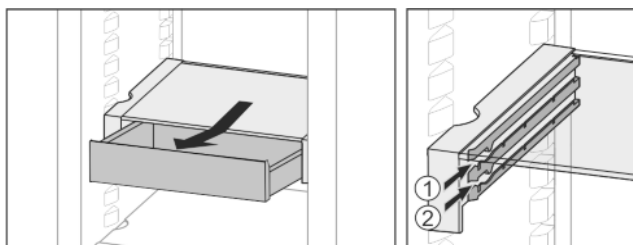

Fig. 24
- ▶ L'insérer à n'importe quelle hauteur Fig. 24 (1) ou Fig. 24 (2).